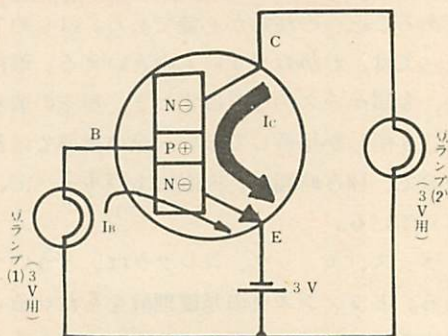

図4 ランプで点燈実験
トランジスタがどのような性質をもっているかの実験を班ごとに取り組ませる。図4はその回路図である。豆ランプはソケットにつけ、ビニル線の先端にみの虫クリップをつけたものを使う。電源は、乾電池2本の電池ボックスを使用。これもみの虫クリップで接続できるようにしてある。
(図4のようにPN接合になって
- (2) ベース、エミッタ間を点燈状態にしておき、これにもう1つのランプをコレクタ回路に図4のように接続するとランプはつくか、つかないかたしかめてみる。(ベース回路のランプより明かるく点燈する。ベース回路にくらべコレクタ回路の方が電流は多く流れていることが、ランプの明かるさの違いで確認することができる。)
- (3) (2)の実験でベース回路のランプをはずすと、コレクタ回路のランプは、どうなるかをたしかめる。(ベース回路に電流を流しておかないと、コレクタ回路に電流が流れないことを確認させる。)
- (4) コレクタ回路のランプをはずし、それに代わるものとして、ミニブザを接続し、ベース回路には前の実験同様にランプを接続して電流を流すとブザがはたらくかどうかをたしかめる。(ブザがなる。コレクタ回路の負荷は使用目的によっていろいろなものが接続できることを知らせる。)
- (5) (4)のブザの実験回路で、ベース電流を切る(ベース回路のランプをはずす)とブザはなるかどうかをたしかめる。(ならない) → ベース回路に電流が流れないとコレクタ回路に電流が流れないことを以上の実験からしっかり把握させる。これはトランジスタの基本理解として大切なポイントである。
- (6) (5)の実験でベース回路のランプをはずしたみの虫クリップとベースの間を手にぬらした手でさわってみる。ブザはなるかどうかをたしかめる。(ぬれた手でベースにごくわずかの電流が流れ、そのためにコレクタ回路にも電流が流れてブザがはたらくことをたしかめる) → この場合、ベース回路にはほんのわずかな電流しか流れないことは、ベース回路のランプが目で確認できる明るさに全くならないことから判断させることができる。
- (7) (6)の実験で、ベース電流とコレクタ電流を測定し、ベース電流の何倍のコレクタ電流が流れるかをたしかめてみる。(電流の増幅率とトランジスタの増幅